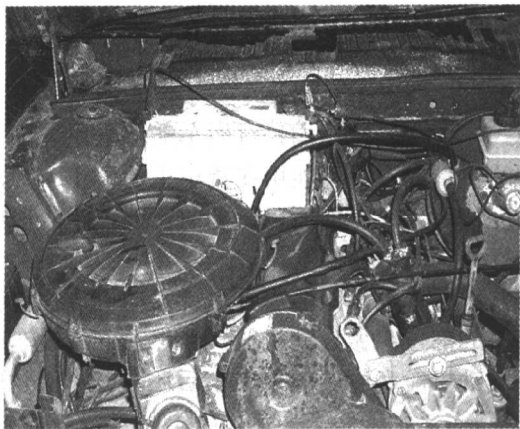
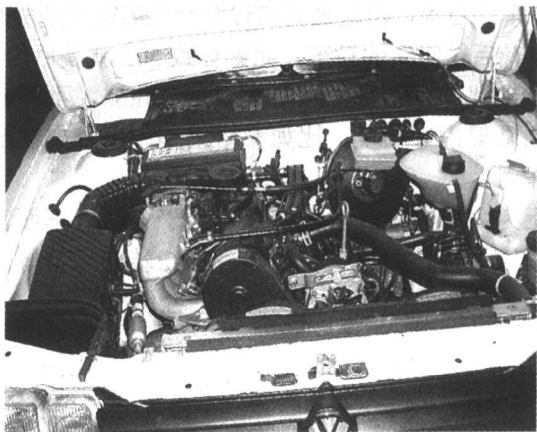

图 1-1 JV 型发动机外观
图 1-2 AFE 型发动机外观
(1) 普桑型。普桑型曾使用过的发动机有 JV 型和 AFE 型两种，如图 1-1、图 1-2 所示。